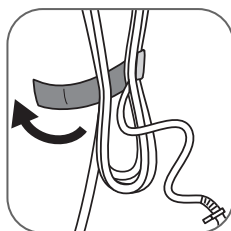

fig. 10
- Détachez la bande velcro et déroulez entièrement le cordon électrique. (**fig. 10**)